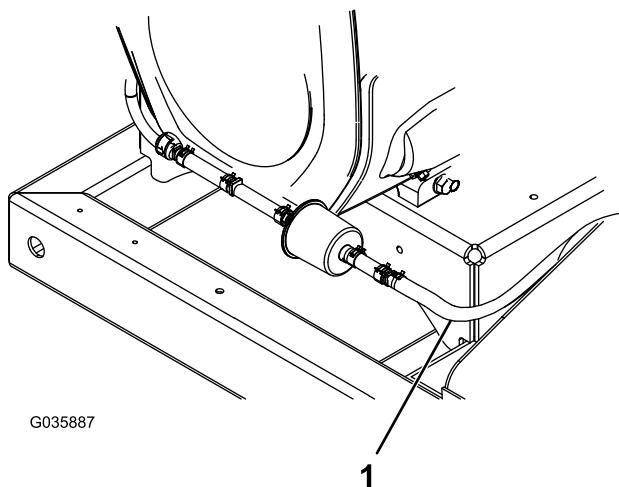

Figura 9
11. Instale o tubo de ventilação no recipiente de carbono utilizando a abraçadeira de tubo previamente removida (Figura 9).